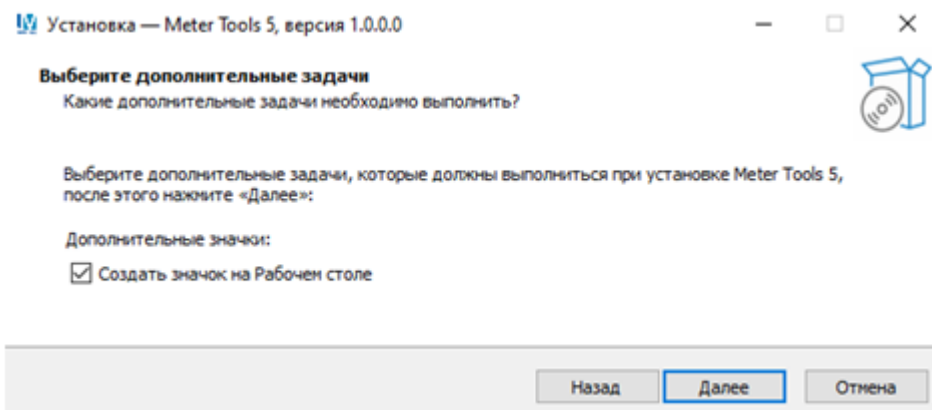

Рисунок 4 – Создание ярлыка на рабочем столе
9. Установите флаг в поле **Создать значок на Рабочем столе**, см. рисунок 4.